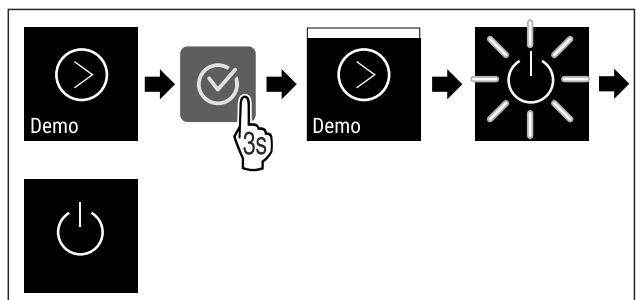

Fig. 100
- ▶ Изпълнете стъпките (виж Fig. 100) .